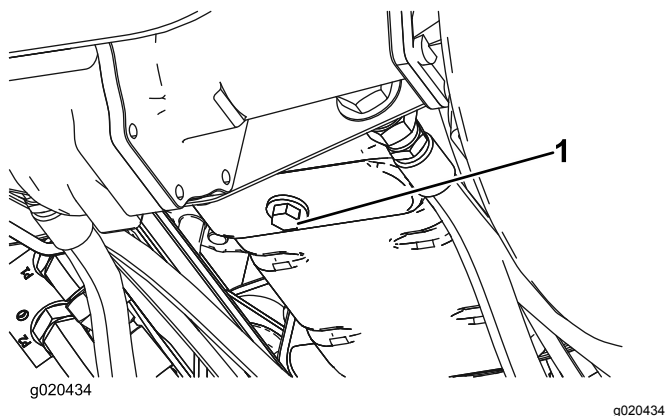

Figura 75
1. Retire el tapón de vaciado (Figura 75) y deje fluir el aceite a un recipiente apropiado. Cuando todo el aceite se haya drenado, instale el tapón de vaciado.